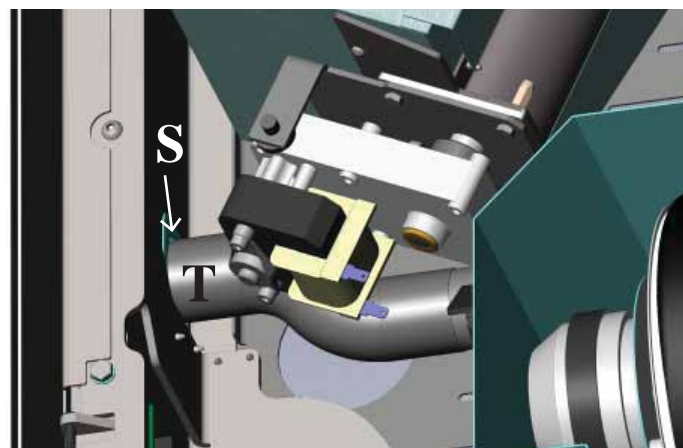

fig. 8
Aprire l'antina anteriore sinistra (fig. 8) disinnestare il tubo flessibile (T) dal suo supporto (S) e farlo transitare attraverso il foro (U) sulla schiena della stufa.